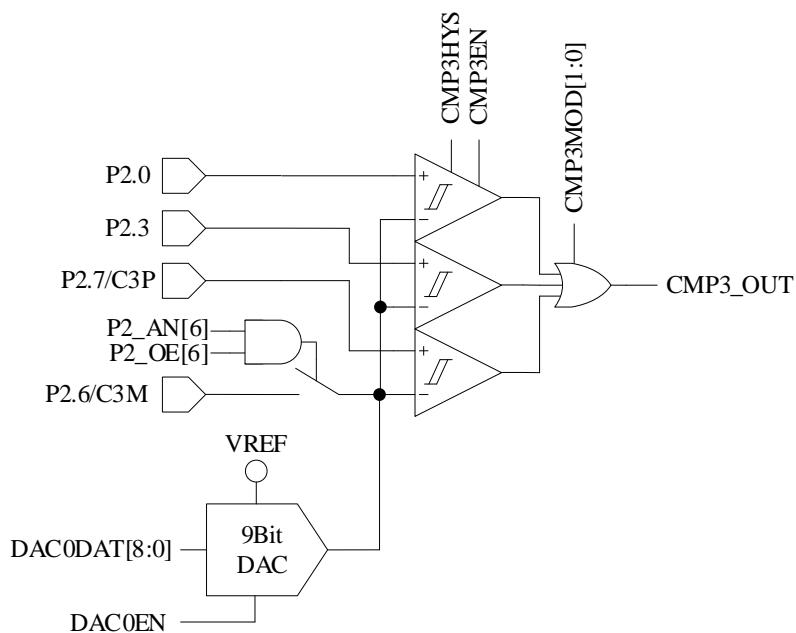

图 28-4 3 比较器输入模式
- 配置  $CMP\_CR1[CMP3MOD] = 1X$ ，CMP3 为三比较器输入模式，具体输入输出端口及接法如图 28-4 所示